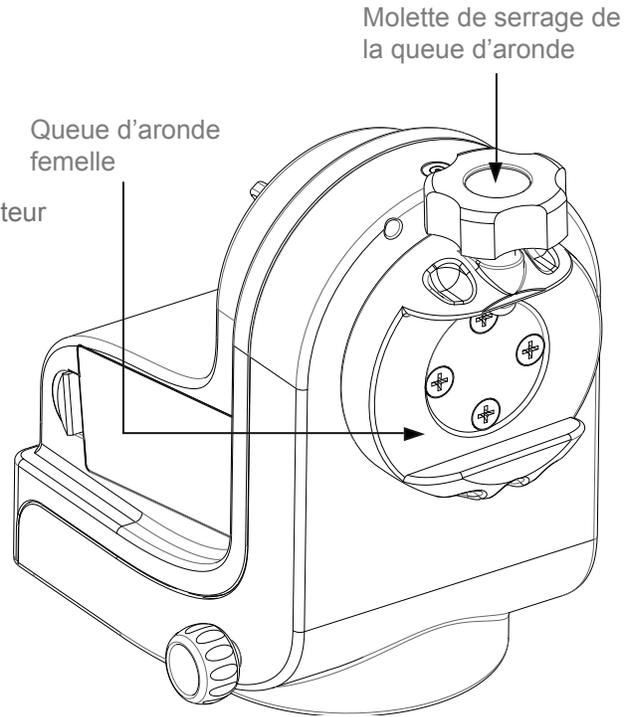

Fig. 1.3b
2. Desserrez la molette de la queue d'aronde. (Fig 1.3b)
3. Placez le tube optique à l'horizontale et insérez la queue d'aronde mâle du tube dans la queue d'aronde femelle de la monture. (Fig 1.3b)